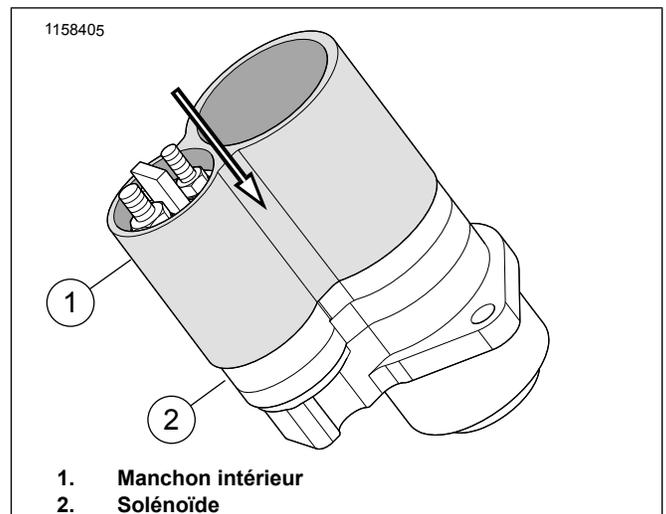

Figure 6. Placer le manchon intérieur sur le moteur de marche arrière
13. Figure 6 Placer le manchon intérieur le plus grand (1) sur l'extrémité du moteur de marche arrière. Aligner la plus petite ouverture sur le solénoïde (2).